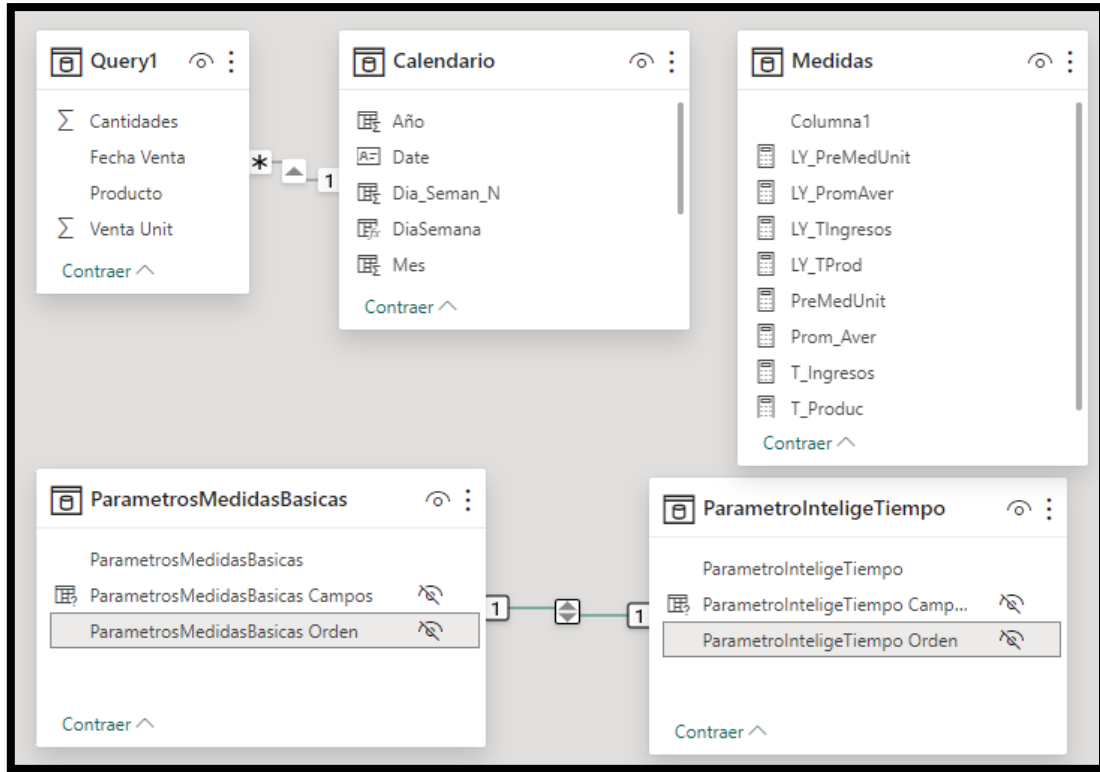

Ilustración 38
Pero en este caso nos interesa mejorar el informe, en concreto el visualizador para que represente no solo la medida seleccionada sino su equivalente de inteligencia de tiempo, es decir si queremos analizar el Total de ingresos para un periodo, ver tambien el valor correspondiente al periodo anterior (LY), para ello y basándonos en la relación creada en la Ilustración 38, el cambio simple adaptar sería el incorporar al eje el Parámetro de inteligencia de tiempo